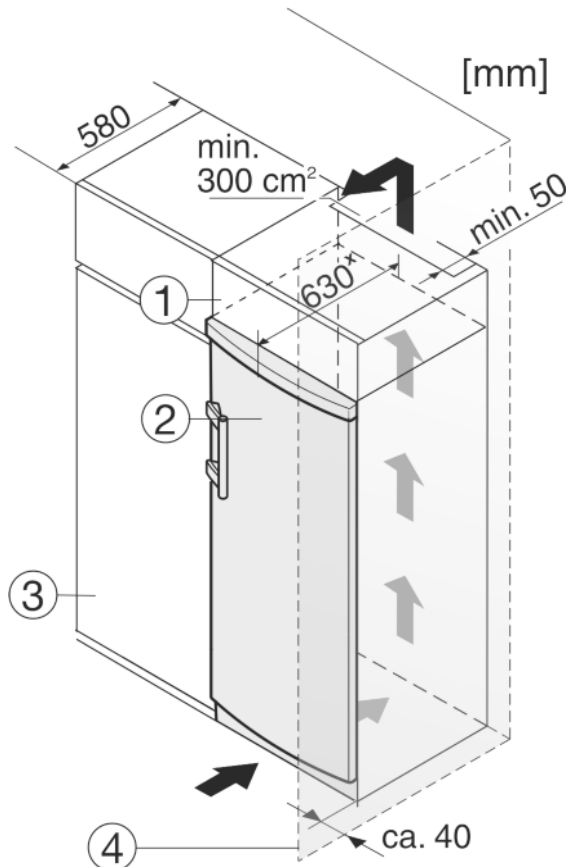

Fig. 9
Uređaj se može adaptirati za ugradnju u kuhinjski namještaj. Kako biste uređaj Fig. 9 (2) prilagodili visini kuhinjskog namještaja, iznad uređaja možete postaviti odgovarajući viseći ormar Fig. 9 (1).
Kod adaptacije s normalnim kuhinjskim ormarima (dubina maks. 580 mm) uređaj se može postaviti direktno uz kuhinjski ormar Fig. 9 (3). Uređaj stoji bočno 34 mm\* i u sredini uređaja 50 mm\* nasuprot pročelju kuhinjskog ormara.
Kada se uređaj postavlja s okovima pored zida Fig. 9 (4), razmak između uređaja i zida mora iznositi najmanje 40 mm. To odgovara stajanju ručice kod otvorenih vrata.